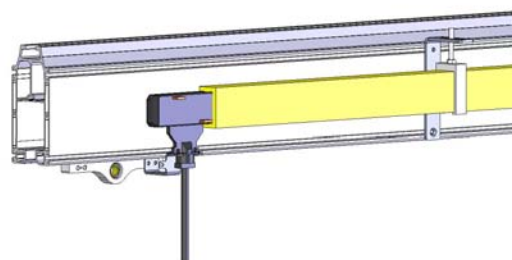

Fig. 2 / Abb. 2
- Enclosed conductors parallel (fig. 2)
- Schleifleitung parallel zum Profil (Abb. 2)